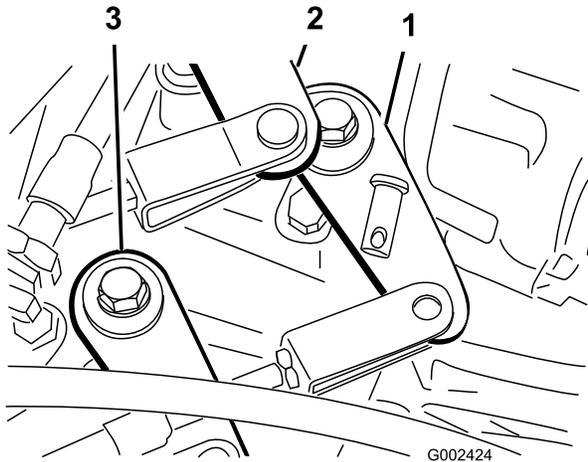

図 51
- シフトケーブルをトランスアクスルのシフトアームに固定しているクレビスピンを取る (図 51)。
- ハイローケーブルをトランスアクスルに固定しているクレビスピンを取る (図 51)。